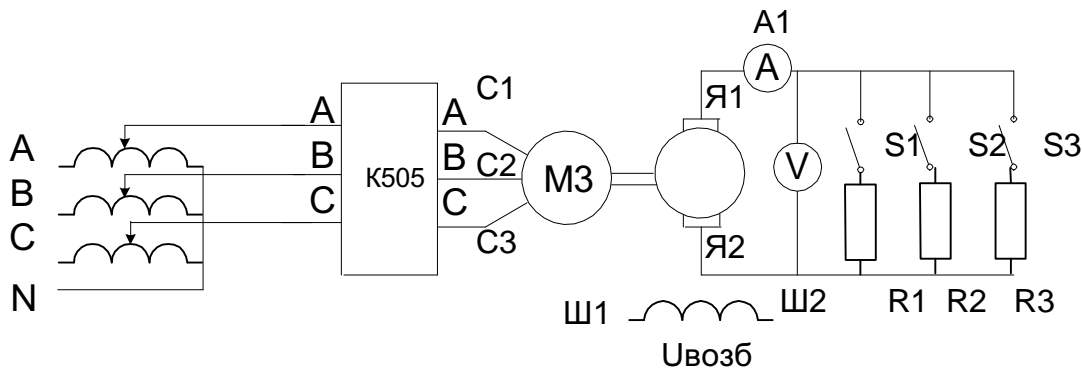

Рис.17.1. Схема включения АЭД с короткозамкнутым ротором.
1. Соберите схему согласно рис.17.1. Установите на статорной обмотке двигателя номинальное напряжение. Нагрузите двигатель. Изменяя напряжение на одной из фаз измерьте токи и напряжения в других фазах и частоту вращения. Не допускайте увеличение тока статора более номинального. Результаты занесите в таблицу 17.1. Сделайте выводы о влиянии несимметрии напряжения на параметры электродвигателя.